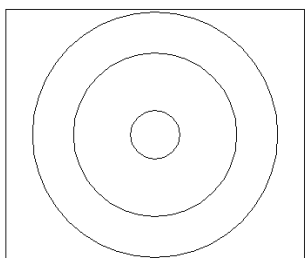

图 1-2
3. 重复上述命令, 半径分别设为 50 和 15。结果如图 1-2 所示。